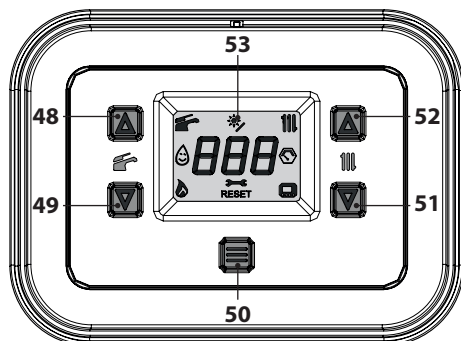
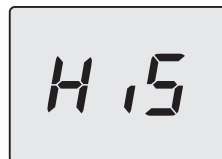
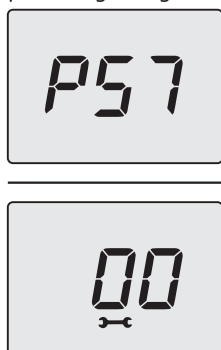

Figura 5.47
Figura 5.48
Figura 5.51
- Entrare in "modalità programmazione" premendo contemporaneamente per 5 secondi i tasti 49 e 51 (Figura 5.47) fino a far apparire sul display LCD le lettere **HiS** che indicano il menu "Storico delle caldaia" (Figura 5.48).
- Premere per 1 sec. il tasto 50 (Figura 5.47) per entrare nel parametro selezionato. Il display visualizzerà quanto segue (Figura 5.51).
- Premendo il tasto 50 (Figura 5.47) si ottiene la conferma del valore inserito. Il display visualiz-
- Premendo contemporaneamente i tasti 49 e 51 (Figura 5.47) si esce senza modificare il valore (ritorno al livello precedente).
- tenere premuti contemporaneamente i tasti 49 e 51 per 5 sec. (Figura 5.47) (ritorno al livello precedente).